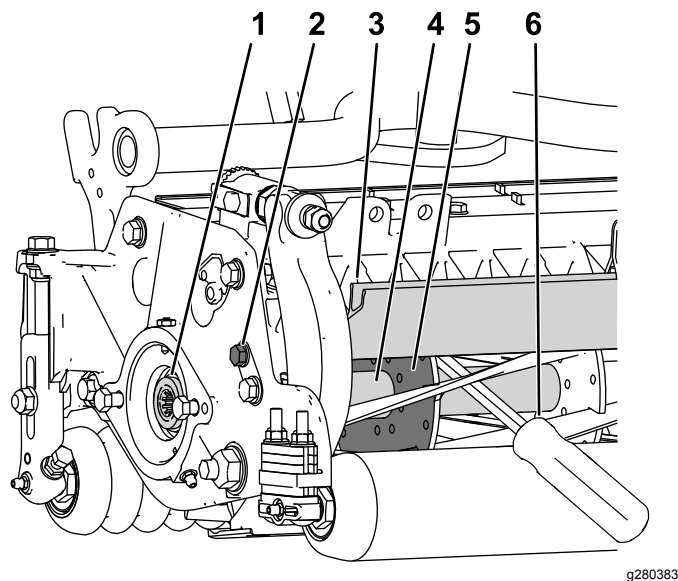

図 26
1. カuttingユニット左側のシールドボルトをゆるめて後シールドを上げる 図 26。
2. 長い柄のバール9 mm x 30 cm 程度のドライバータイプのもの。握りのついていないものがよいを用意する。バールは、トルク作業を行う側に近い側で、リールの後ろから差し込むようにする 図 26。
3. リールサポートプレートの溶接されている側からバールを入れ 図 26、